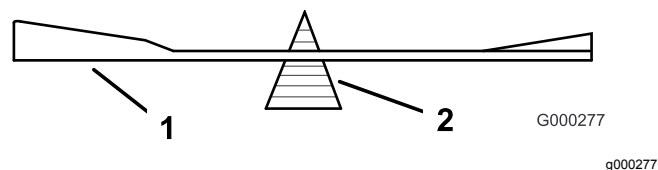

Figura 103
2. Verifique o equilíbrio da lâmina colocando-a num equilibrador de lâminas (Figura 103).